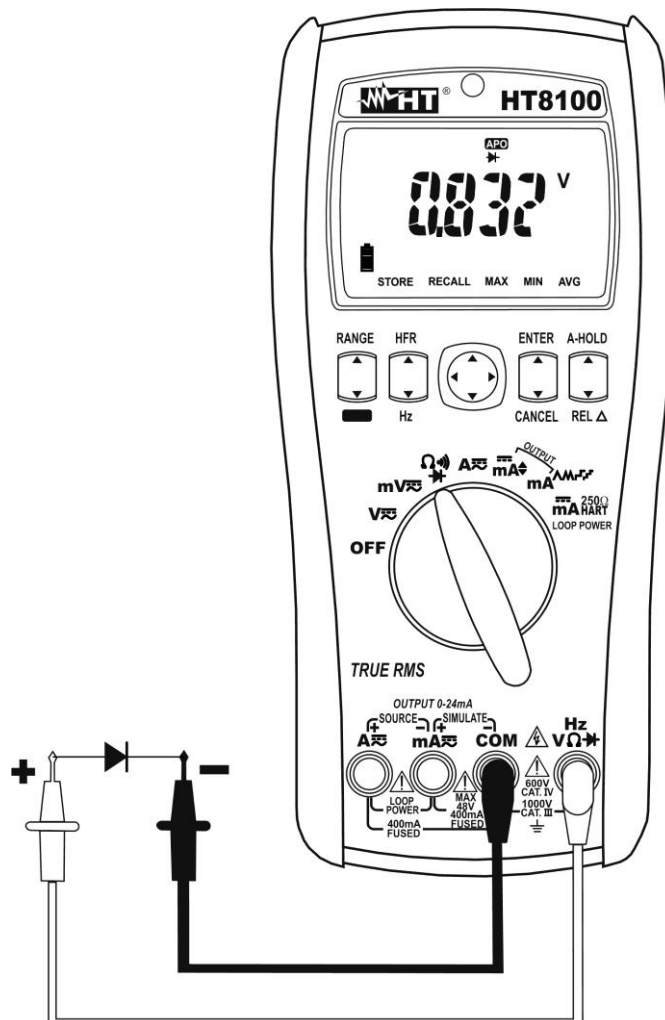

Fig. 7: Uso dello strumento per la Prova Diodi
4. Posizionare i puntali ai capi del diodo in esame rispettando le polarità indicate (vedere Fig. 7). Il valore della tensione di soglia in polarizzazione diretta è mostrato display. Per una buona giunzione P-N lo strumento deve visualizzare un valore compreso tra 0.4 e 0.9V. Se il valore della tensione di soglia è 0mV la giunzione P-N del diodo è in corto circuito.
5. Se lo strumento visualizza il messaggio "OL" i terminali del diodo sono invertiti rispetto a quanto indicato in Fig. 7 oppure la giunzione P-N del diodo è danneggiata.